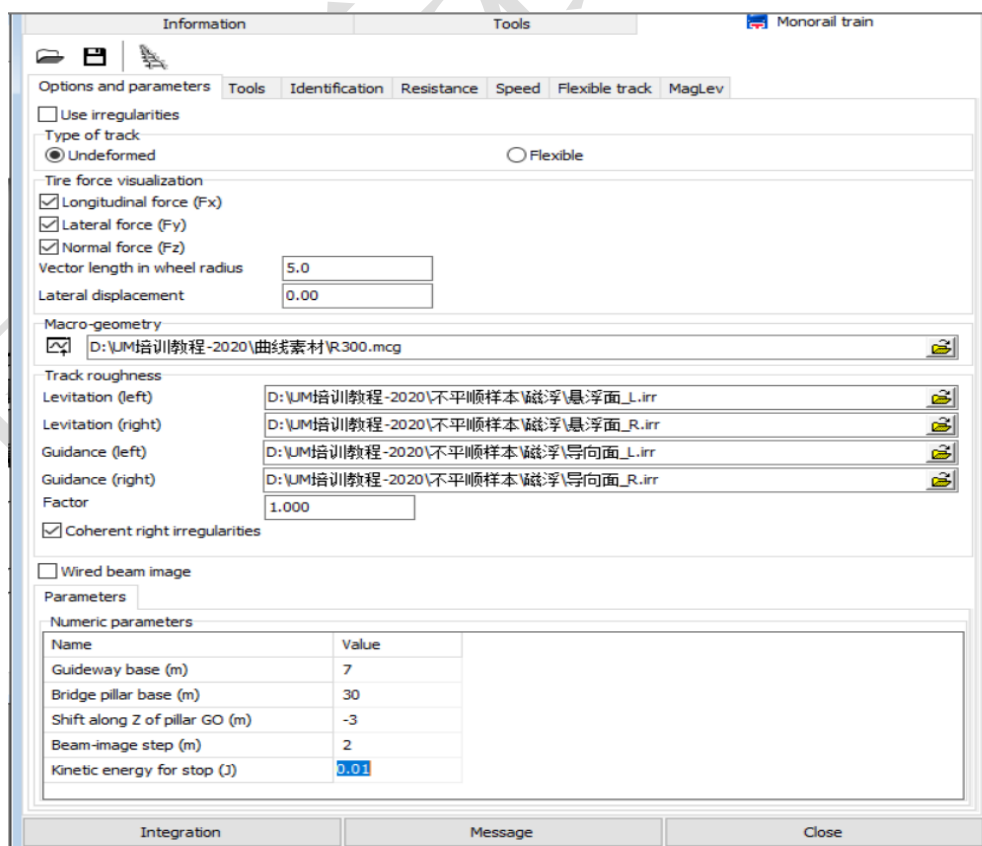

图 3-150
- 4) 切换到 **Options and parameters** 页面, 设置轨道线路和不平顺等参数如图 3-150。